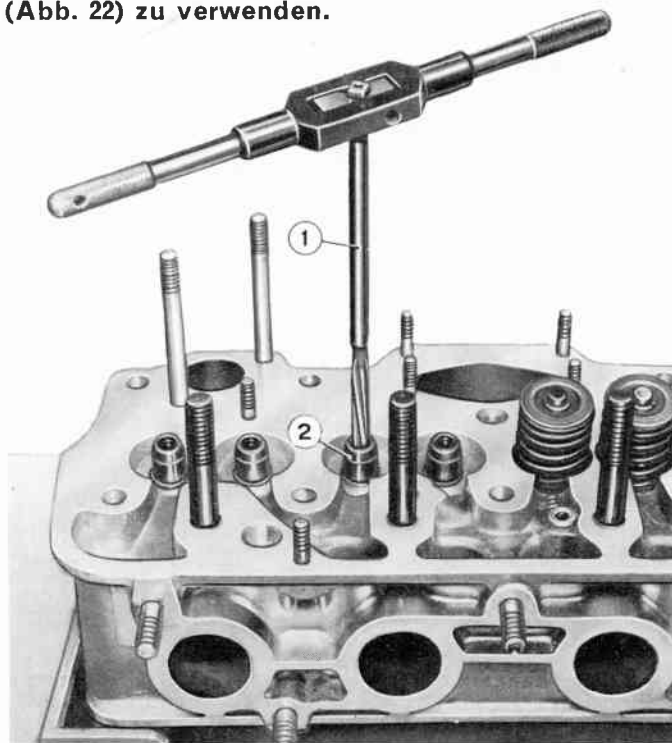

Abb. 22. - Aufreiben der Bohrung der Ventilführungen.
**WICHTIG!** - Ersatz-Ventilführungen werden mit bereits fertig bearbeitetem Innendurchmesser geliefert. Sollte sich jedoch ausnahmsweise die Notwendigkeit ergeben, diese Führungen aufzureiben, so etwa infolge etwaiger Verzüge während des Einpressens, so ist die Reibahle A. 90313 (Abb. 22) zu verwenden.